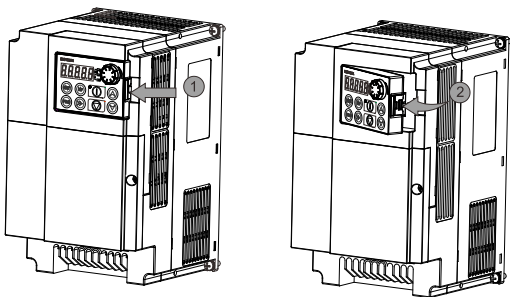

图 2-5 键盘的拆卸
⑤ 键盘的拆卸和安装
A. 拆卸键盘，如下图 2-5：先由方向 ① 按压键盘弹性卡扣，然后方向 ② 抬起键盘。